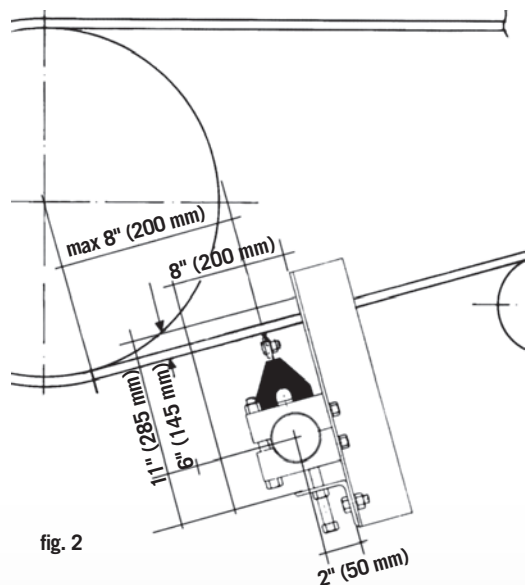
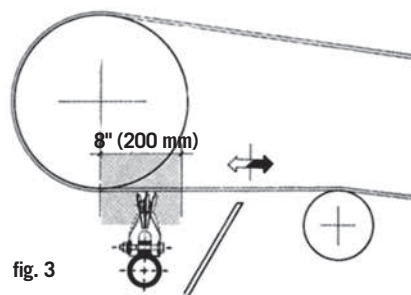

fig. 2
fig. 3
Il raschiatore modello B è installato lungo il percorso di ritorno del nastro, in una zona piana e libera da vibrazioni dove il nastro possa muoversi verticalmente alla pressione della lama. Questi requisiti sono soddisfatti ad una distanza di circa 200 mm dal punto di tangenza, nella fase di ritorno, del nastro sulla puleggia fig.3, o in alternativa al centro del nastro trasportatore compreso fra i due rulli di pressione installati. Il raschiatore viene montato tramite l'installazione delle staffe di fissaggio (pos.3) perpendicolari al nastro a circa 60 mm dal punto selezionato di contatto fra nastro e lama, e con i morsetti di chiusura del tubo (pos.7) in una posizione intermedia nella guida fig.2. Se è necessario, lasciare una larghezza di 200 mm ed una altezza di 285 mm come mostrato nella fig.2. La dimensione di questa apertura deve essere almeno di 80 x 220 mm. Posizionare i morsetti del tubo (pos.7) su entrambi i lati regolando l'altezza con le viti (pos.9) così che le lame esercitino una pressione sul nastro con una escursione di 5 mm. Serrare le viti (pos.8) su entrambe le staffe (pos.3). Se si verificassero delle vibrazioni anomale, regolare nuovamente il raschiatore. Per l'installazione su nastri con collegamenti meccanici, il raschiatore può essere capovolto tramite l'allentamento dei morsetti (pos.7).
The model B elastic scraper-blade cleaner is installed along the belt return path, in a flat vibration-free area where the belt can move vertically under pressure. These requirements are satisfied approximately 8" (200 mm) from the tangent point of the belt leaving the pulley fig. 3, or alternately near the middle of the conveyor belt, provided a pressure roller is installed fig. 4. The cleaner is mounted by installing the mounts (pos. 3) perpendicular to the belt approximately 2,5" (60 mm) from the selected blade-to-belt contact point, with the tube clamp set (pos. 7) in an intermediate position in the slots fig. 2. If necessary, provide an 8" (200 mm) wide by 11" (285 mm) high opening as shown in fig. 2. The dimensions of this opening must be at least 3" x 9" (80 x 220 mm). Set the tube clamps (pos. 7) on both sides adjusting the height with the screws (pos. 9) such that the blades exert a pressure on the belt with a range of 0,2" (5 mm.). Tighten the screws (pos. 8) on both mounts (pos.3). If abnormal vibration develops, readjusting the cleaner. For installation on belts with mechanical joints, the cleaner can be flipped over by loosening the clamp (pos. 7).